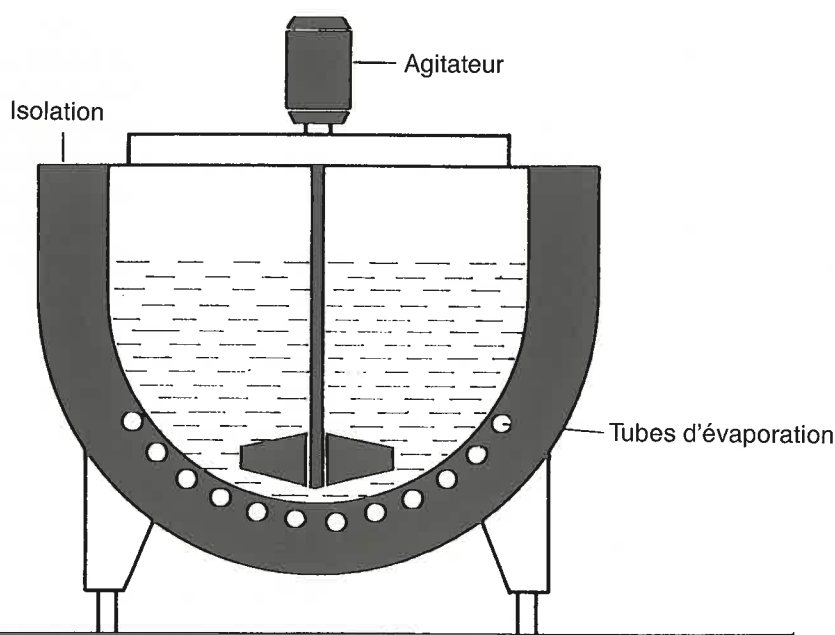

Fig. 4: Schéma de la cuve à réfrigération directe.
- **réfrigération directe**: les surfaces d'échange de l'évaporateur sont en contact thermique direct avec le lait ou le récipient (voir fig. 4).